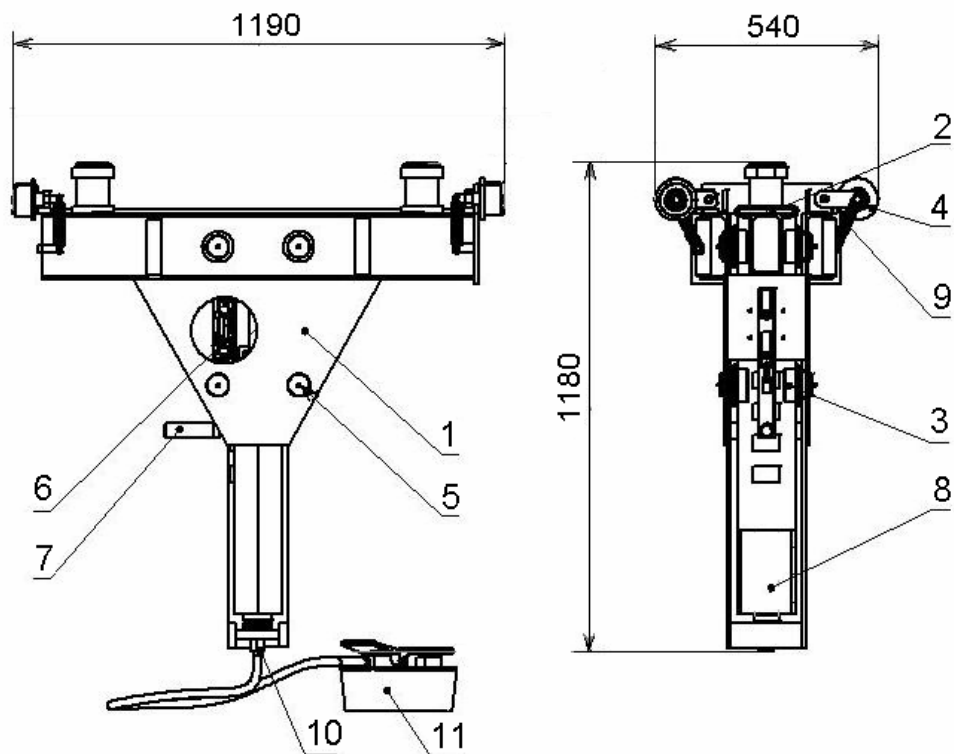

Рис. 1
4.1. Подъемник ПНК-10 (см. Рис.1) состоит из рамы 1, перемещающейся вдоль канавы на подпружиненных роликах 4, траверсы 2 перемещающейся вертикально в направляющих роликах 3.